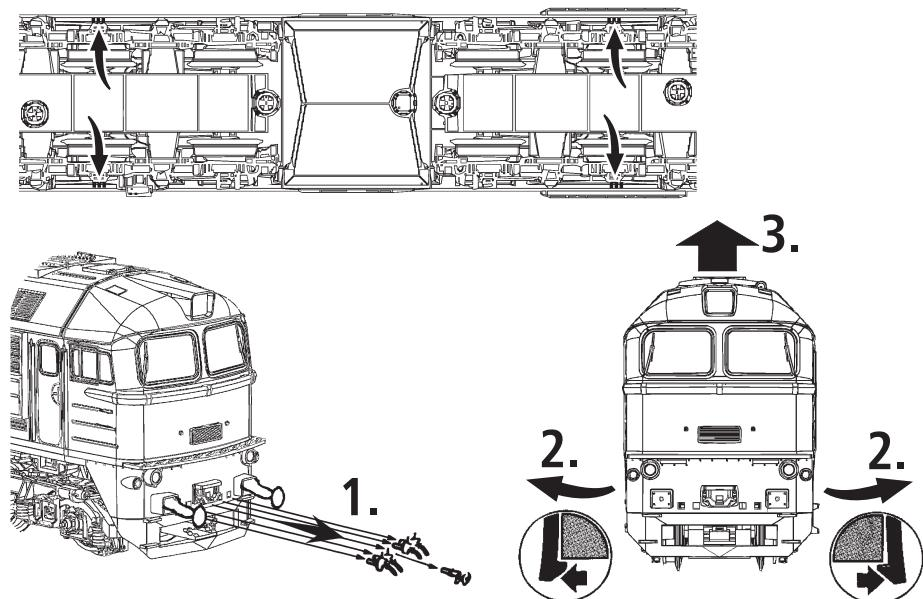

Fig. 4
**3. Haftreifenwechsel:** Zuerst den Getriebedeckel abnehmen (Fig. 4). Danach den Radsatz herausnehmen und die Haftreifen mit einer Nadel oder mit einem feinen Schraubendreher abziehen (Fig. 6). Beim Aufziehen der neuen Haftreifen darauf achten, dass diese sich nicht verdrehen.
**3. Échange des bandages d'adhérence:** Démontez d'abord le **couvercle du carter** des engrenages (fig. 4). Délogez ensuite les essieux bandagés et enlevez, à l'aide d'une aiguille ou d'un tourne-vis fin, les bandages d'adhérence (fig. 6). Lors du montage des nouveaux bandages veuillez veiller à ce que les bandages **ne soient pas tordues**.
**3. Change of traction tyre:** Remove the gear cover (fig. 4). Take out **wheel set** and remove **traction tyre** using a pin or a fine screwdriver (fig. 6). When pressing on the new traction tyre please **avoid twisting it**.